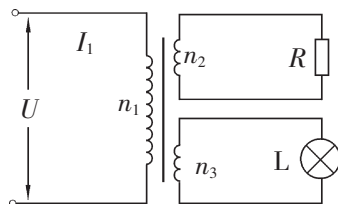

图 2-6-10
5. 一合理想变压器如图 2-6-10 所示。原线圈  $n_1=1100$  匝；其一副线圈  $n_2=500$  匝，两端接阻值  $R=250\ \Omega$  的用电器；另一副线圈  $n_3=150$  匝，两端接有额定值为“30 V 15 W”的灯泡 L。原线圈接入正弦式电压后，灯泡 L 恰能正常发光。求用电器  $R$  的电功率和原线圈中的电流。